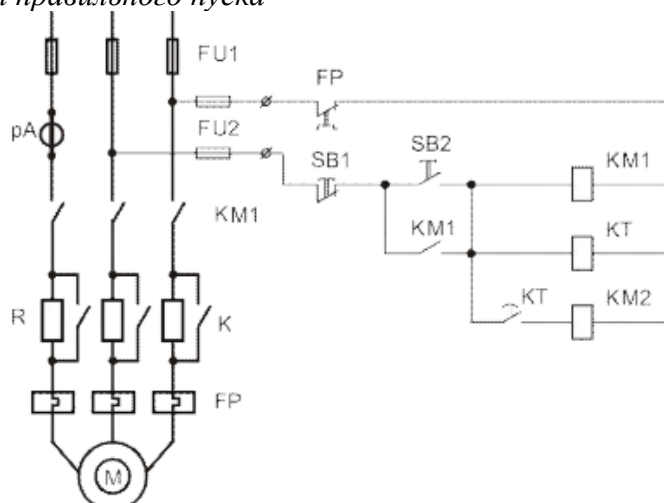

Рис.2
3. Определить состав схемы (рис. 2), указать элементы схемы. Пояснить, как регулировкой реле времени добиться правильного пуска